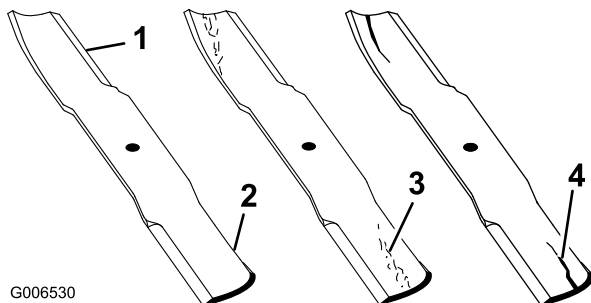

Bild 79
1. Untersuchen Sie die Schnittkanten (Bild 79).
2. Prüfen Sie die Schnittmesser, insbesondere den gebogenen Bereich (Bild 79).
Wenn Sie Schäden, Verschleiß oder Rillenbildung in diesem Bereich feststellen (Bild 79), sollten Sie sofort ein neues Schnittmesser einbauen.